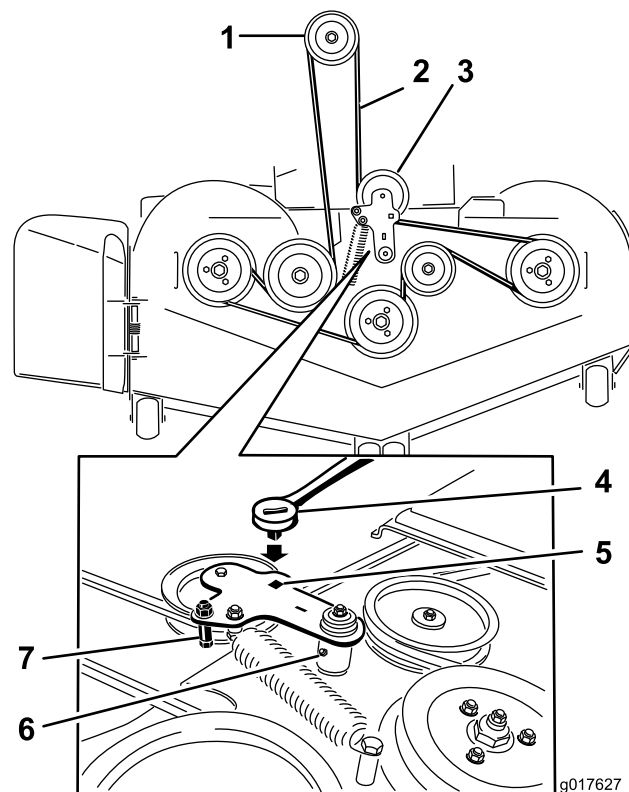

Figura 80
- Sollevate la bacinella e inserite il cricchetto nel foro quadrato del tendicinghia del piatto di taglio (Figura 80).
- Ruotate il tendicinghia del piatto di carico in senso orario e togliete la cinghia del tosaerba (Figura 80).